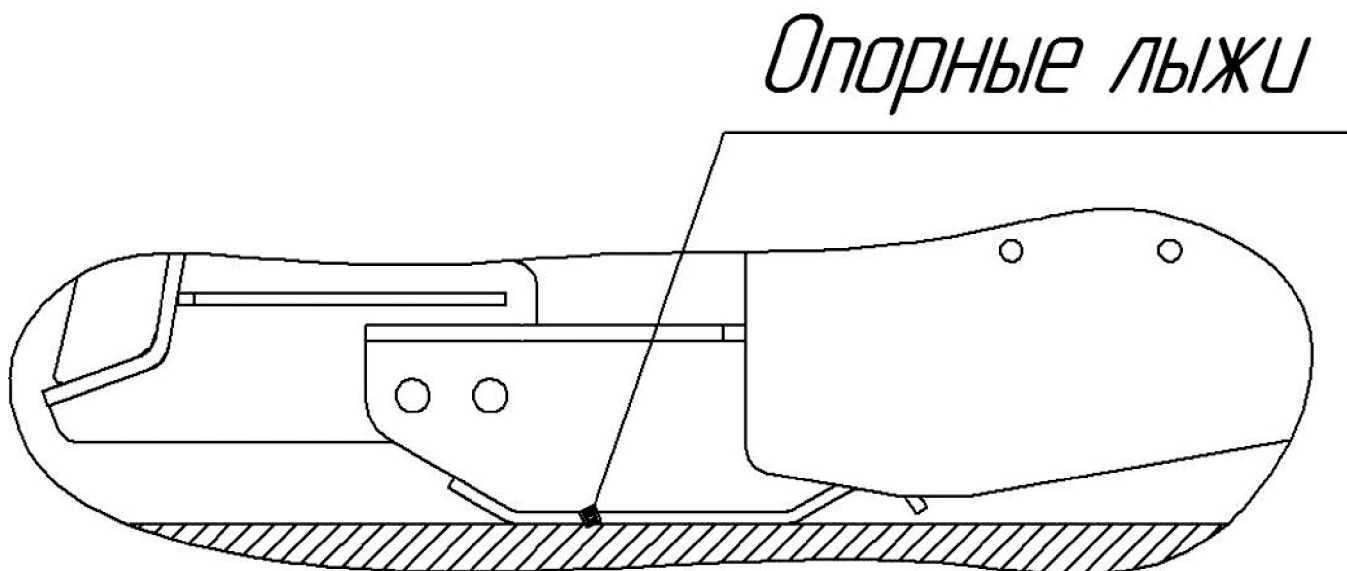

Рисунок 3 - Выставка опорных лыж на обрабатываемую поверхность
1. В процессе работы всегда поддерживайте уровень наклона оборудования относительно поверхности земли. Опорные лыжи бункера должны располагаться параллельно плоскости обрабатываемой поверхности (Рис. 3). Правильно выставленный наклон позволит предотвратить неравномерный износ кромки бункера, опорных лыж, питателя, и обеспечит оптимальный баланс эффективной уборки.